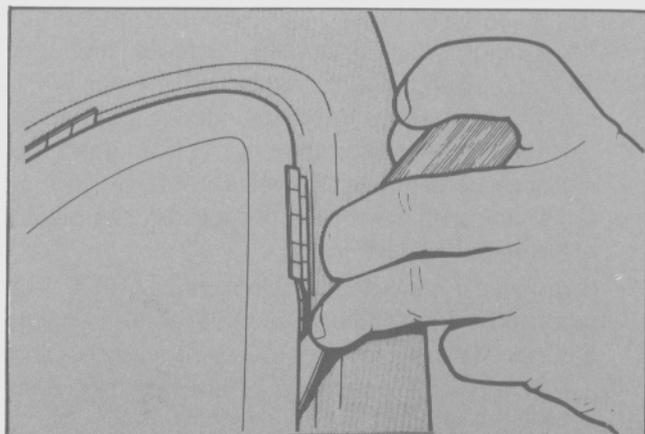

Fig. 22 - Separación de las grampas de sujeción.
– Utilizando una espátula o elemento similar, separar las grampas de retención de la moldura exterior, del cristal (Fig. 22).